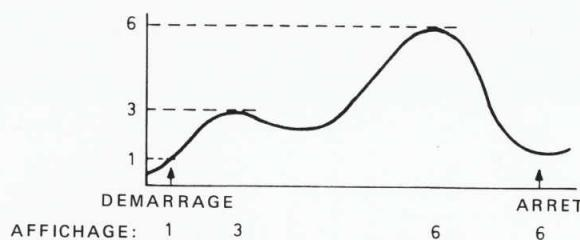

Fig. 19. Mesures V^+ en mode MAN ou EXT START.
- Démarrage externe ou manuel et arrêt d'une mesure (figure 19)